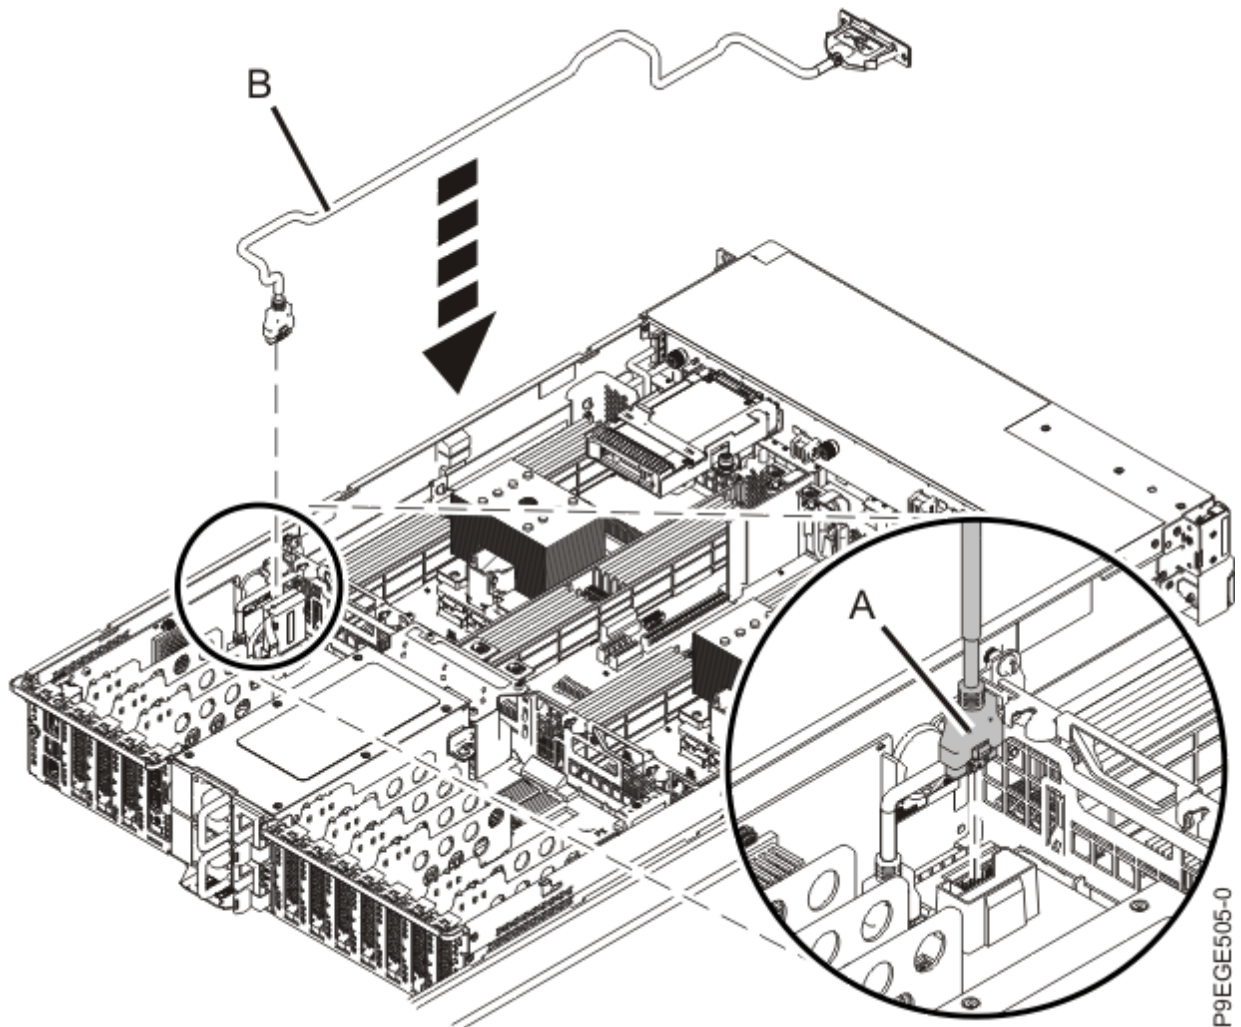

図 12. 前面 USB ケーブルの取り付け
4. USB ケーブル・プラグ **(A)** をシステム・バックプレーンにあるコネクタに差し込みます (14 ページの図 12 を参照)。